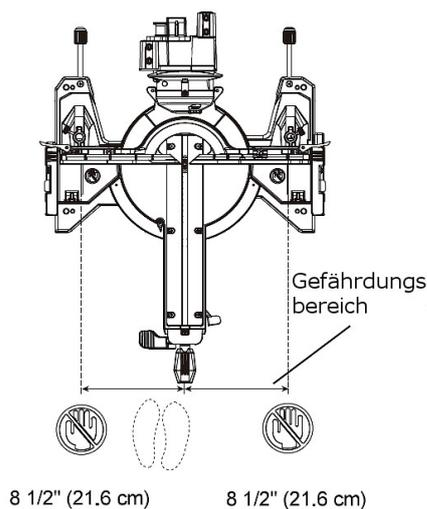

Abb. 17: Körperhaltung und Position der Hände
**Körperhaltung und Position der Hände (Abb. 17)**